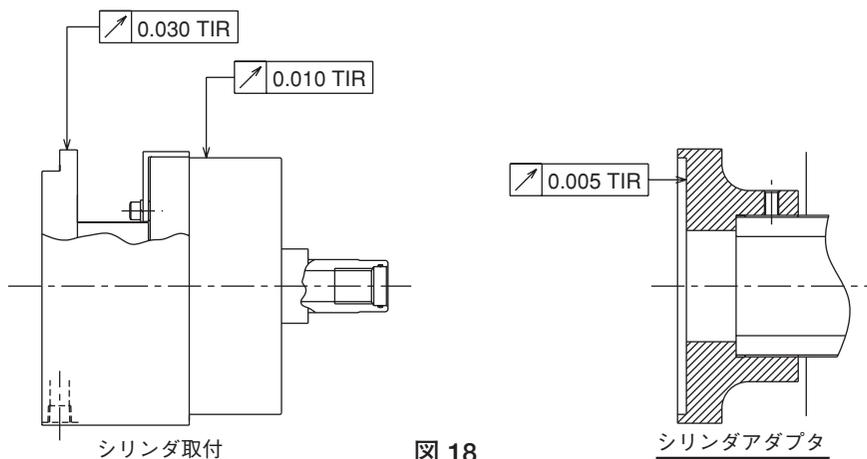

図 18
- シリンダの取付時の振れはスリーブカバーの回り止めを行い、スピンドルを回転させた時、シリンダ外周及びスリーブカバー後端の上下動の振れを図18に示す規格値以下で取付けてください。